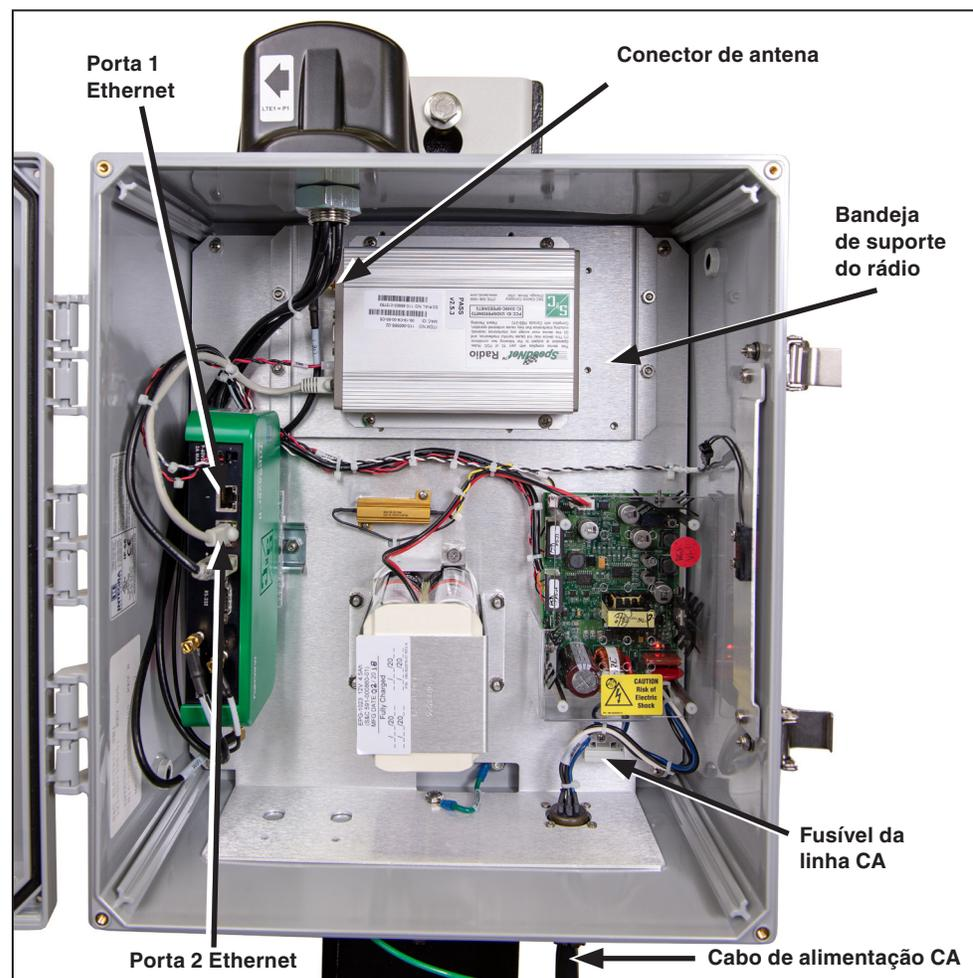

Figura 4. Instalação de um rádio.
Um rádio, provendo capacidade de atendimento a área de campo (*field-area network*) para aplicações SCADA, se especificado, é fornecido já instalado em fábrica dentro da caixa do gateway de comunicação. Alternativamente, o cliente pode instalar um rádio de seu próprio fornecimento. Ver Figura 4.
PASSO 1. Desconecte o cabo de força CA na parte inferior da caixa do gateway e em seguida remova o fusível da linha CA localizado no canto inferior direito da caixa do gateway. Ver Figura 4 na página 12.
PASSO 2. Remova o rádio existente. Ver Figura 4 na página 12.
PASSO 1. Desconecte o cabo de alimentação CA na parte inferior da caixa do gateway e em seguida remova o fusível da linha CA localizado no canto inferior direito da caixa do gateway. Ver Figura 4 na página 12.
PASSO 1. Desconecte o cabo de alimentação CA na parte inferior da caixa do gateway (Ver Figura 2 na página 9) e em seguida remova o fusível de CA localizado no canto direito inferior da caixa do gateway. Ver Figura 4 na página 12.
O gateway de comunicação é acessado por uma interface de navegador. Conecte um cabo de rede Categoria 5 entre o computador e a Porta 1 Ethernet do gateway de comunicação. Ver Figura 4 na página 12. A configuração default do IP do gateway de comunicação é 192.168.1.1 com o DHCP ativado (ajustado para “On”). Para habilitar a conexão do gateway de comunicação à rede, configure o endereço de rede do computador para “Obtain an IP Address Automatically” (Obter um Endereço IP Automaticamente) e “Obtain DNS Server Address Automatically” (Obter Endereço do Servidor DNS Automaticamente) no conjunto de endereços LAN do computador. Alternativamente, pode ser usado um endereço IP estático dentro da rede 192.168.1.x. Ver Figura 9.